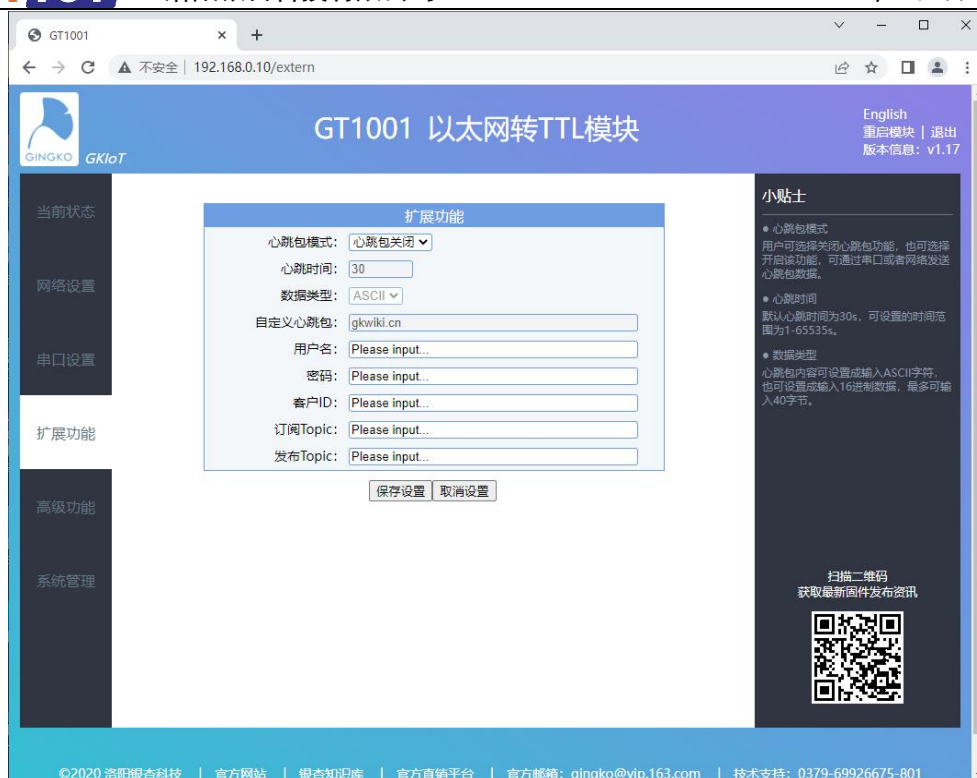

图 4-5 扩展功能参数设置
(5) 在“扩展功能”项中可设置心跳包参数、透传云参数等信息，如图 4-5 所示，设置后点击保存参数即可，下次上电生效。